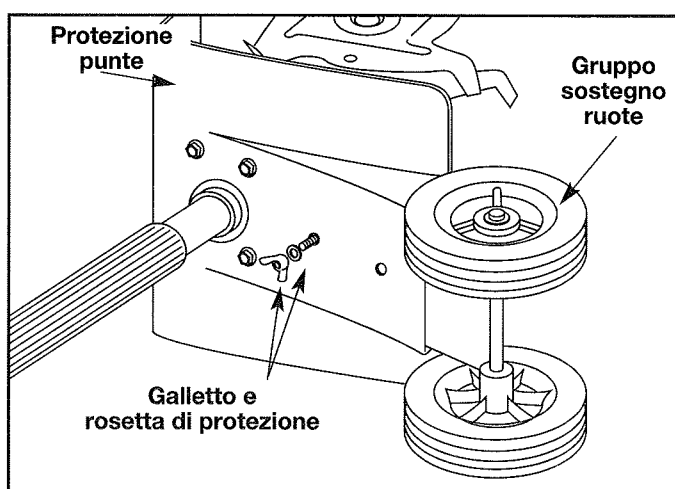

Fig. 2
1. Con l'unità appoggiata su un fianco, collocare il blocco ruote sulla parte inferiore della protezione delle punte (fig. 2).
3. Sulla parte superiore della protezione, inserire una rosetta di sicurezza e un galletto su ciascun bullone (fig. 2).